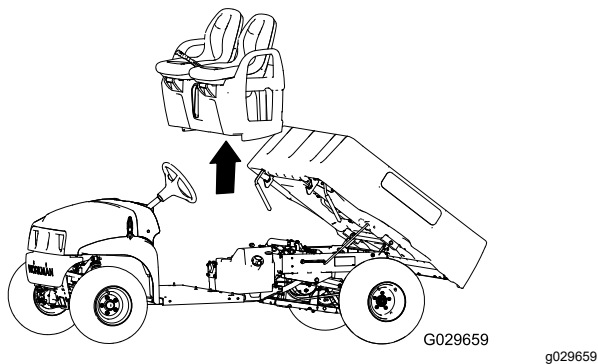

**Figura 42**
1. Sulla parte inferiore della macchina, rimuovete gli 8 bulloni a testa flangiata e le 8 rondelle che fissano la base del sedile al pianale e al canale posteriore della cabina (Figura 42).
2. Sollevate con cautela i sedili, la base dei sedili e i cavi del freno di stazionamento dalla macchina (Figura 42).
1. Sollevate i sedili e la relativa base sulla macchina e allineate i cavi del freno al telaio (Figura 42 e Figura 43).
2. Allineate i fori nella base del sedile con i fori nel pianale e nel canale posteriore della cabina (Figura 42 e Figura 43).